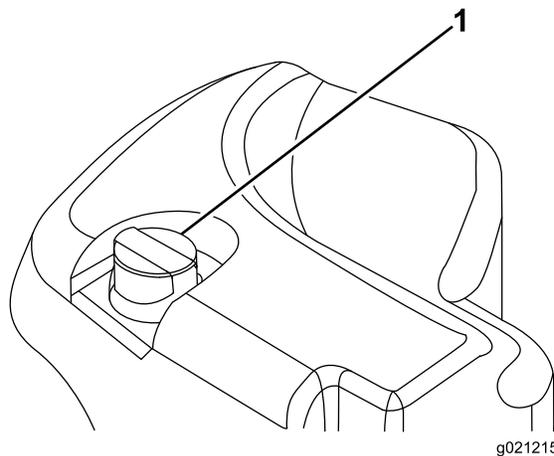

図 33
2. 油圧オイルタンクの注油口周辺をきれいに拭き、キャップ 図 33 を外す。